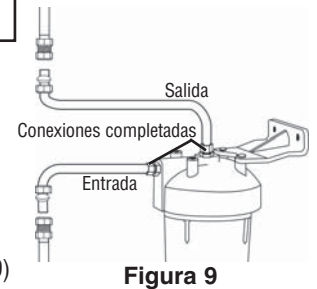

Figura 9
9. Conecte ambos pedazos de tubería al filtro y tubo de agua como se indica con los accesorios de compresión. No apriete las tuercas demasiado. (Figura 9)